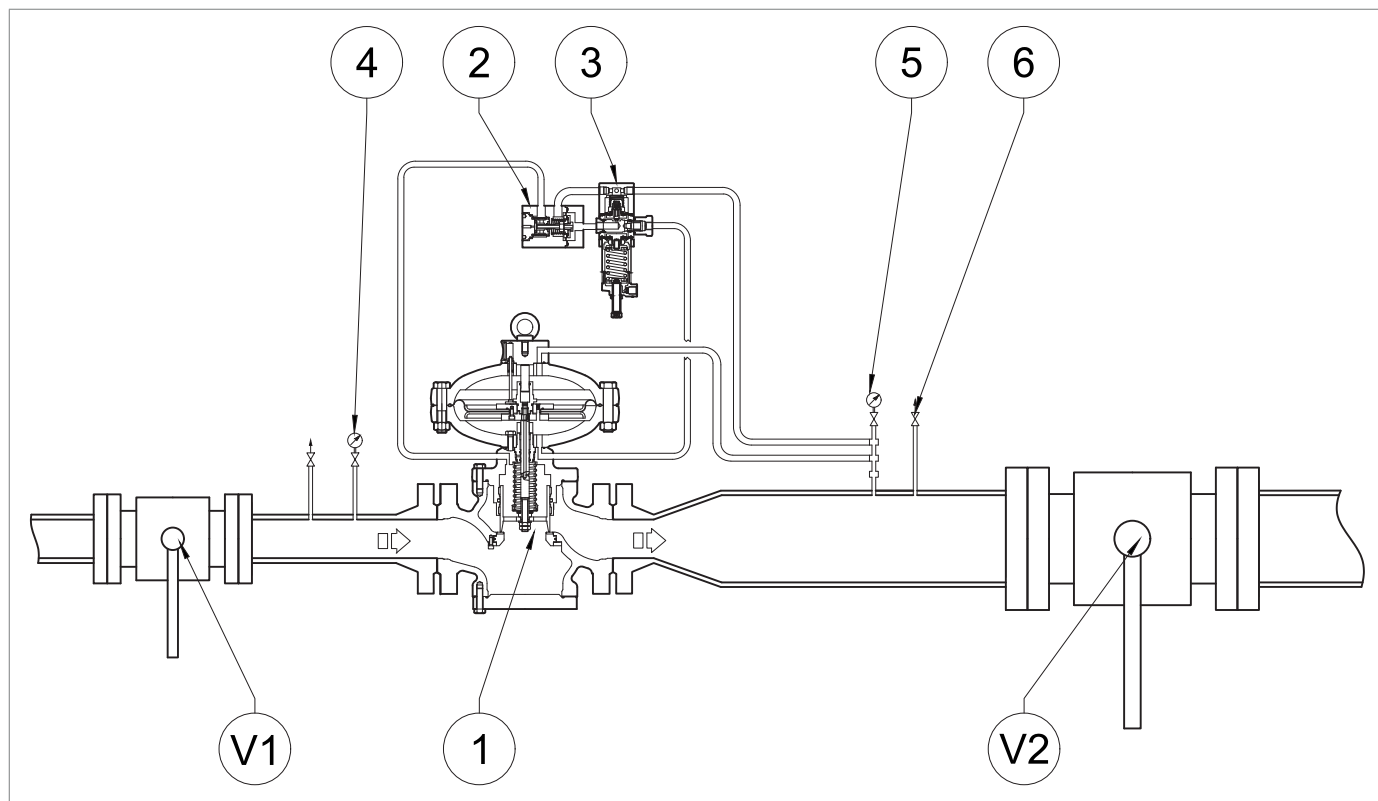

Fig. 8.37. Messa in servizio del regolatore con pilota serie 200/MP
3	Svitare completamente il dado di fissaggio e la vite di regolazione (Fig. 8.37) del pilota (3) per scaricare la molla.
10	Bloccare la vite di regolazione (Fig. 8.37, rif. 10) con il dado di fissaggio del pilota (3).
16	Bloccare la vite di regolazione (Fig. 8.37, rif. 10) con il dado di fissaggio del pilota (3).